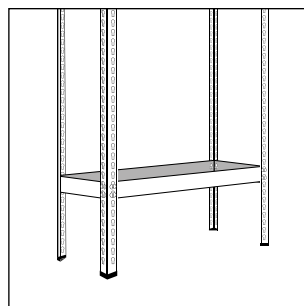

Рис. 3. Сборка каркаса полки
5. Далее возьмите стяжки длиной, которая будет соответствовать глубине стеллажа, и соедините ими собранные стойки, таким образом, чтобы получился каркас яруса (рис. 3).